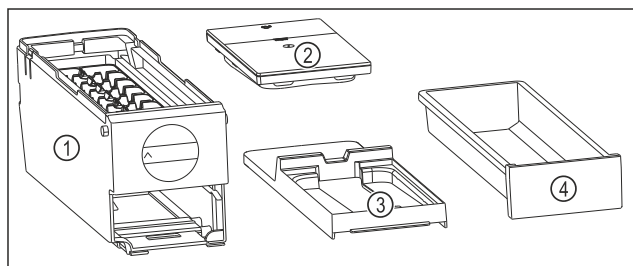

Fig. 107 Составные части EasyTwist-Ice
- EasyTwist-Ice разобран на четыре части. (см. Fig. 107)
- Разбирайте EasyTwist-Ice только на составные части, представленные на рисунке. (см. Fig. 107)
- Очищайте корпус EasyTwist-Ice Fig. 107 (1) как цельное устройство.